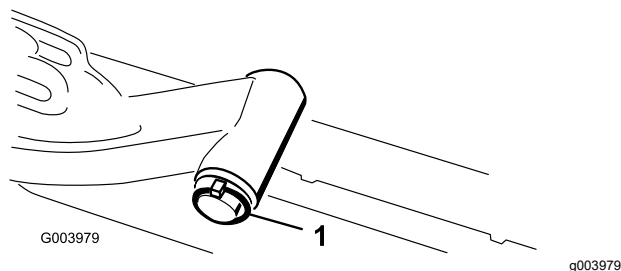

Figura 9
- A. Retire o pino de sujeição e a anilha que prende o veio da articulação do braço de elevação ao braço de elevação e faça deslizar o veio para fora do braço de elevação (Figura 9).
- C. Insira o veio do braço de elevação no braço de elevação e prenda-o com a anilha e o pino de sujeição (Figura 9).